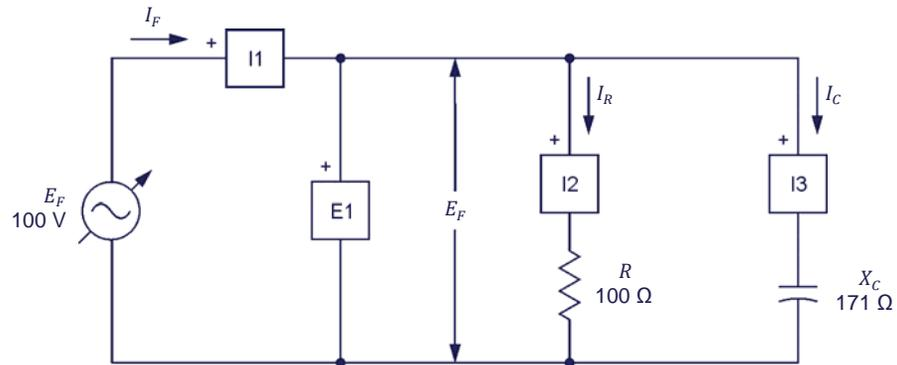

Figura 4-5. Circuito ca compuesto por un resistor y un condensador conectados en paralelo y configuración para el análisis del circuito.
6. Monte el circuito mostrado en la figura 4-5.
8. Resuelva el circuito mostrado en la figura 4-5 utilizando el método de cálculo de impedancia.